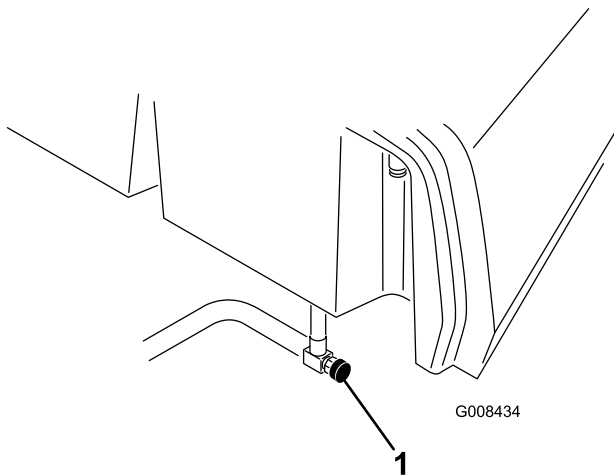

Рисунок 40
1. Закройте отсечной топливный клапан, расположенный под топливным баком (Рисунок 40).